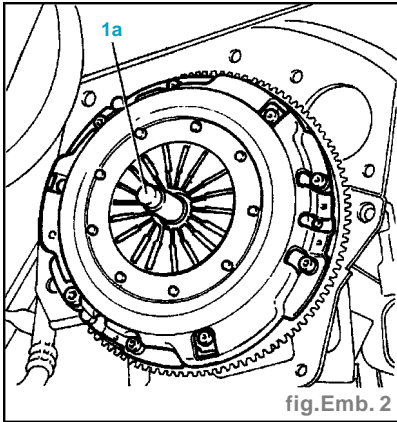

fig. Emb. 2
- Reposer le disque d'embrayage et le pousse-disque relatif en utilisant l'outil 1.870.447.000 (1a) afin de le centrer sur le volant et fixer l'ensemble à l'aide des vis de fixation (fig. Emb. 2).